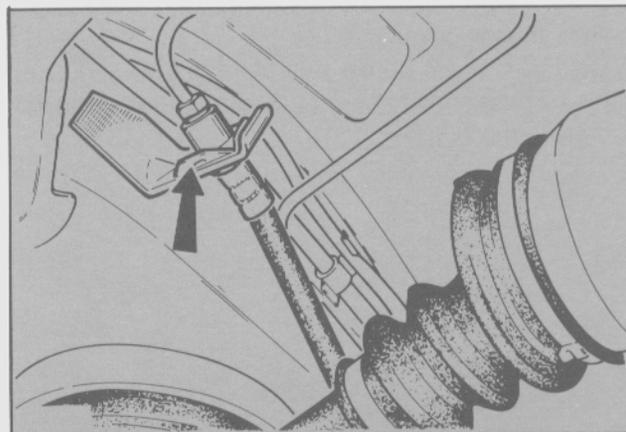

Fig. 52. Montaje del tubo de frenos al soporte
- Colocar la tubería de frenos en el soporte de montaje y sujetar la misma con la grampa en U (Fig. 52).